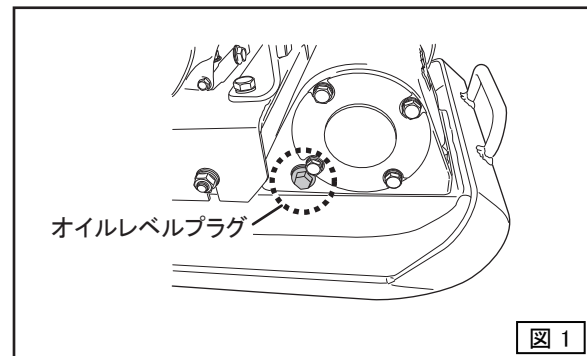

図 1
5. 本機を水平にして起振体のオイルレベルプラグを外し、起振体オイルが口元まで入っているか確認してください。オイルレベルプラグは起振体ケース右側面(反ベルト側)にあります。(図1)